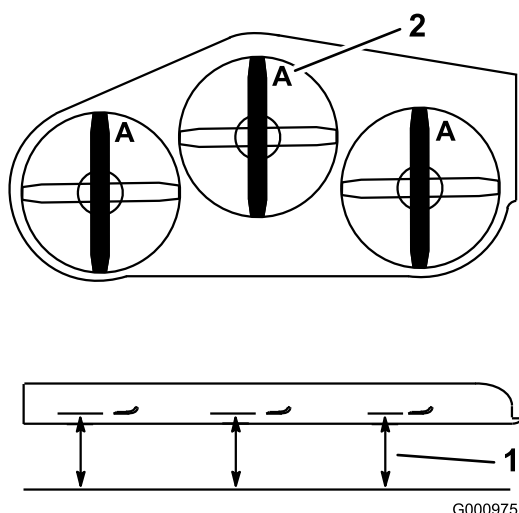

Figure 72
- Tournez les lames dans le sens longitudinal (Figure 72). Mesurez la distance entre la surface
plane et le tranchant (position **A**) des lames (Figure 72). Notez cette valeur.